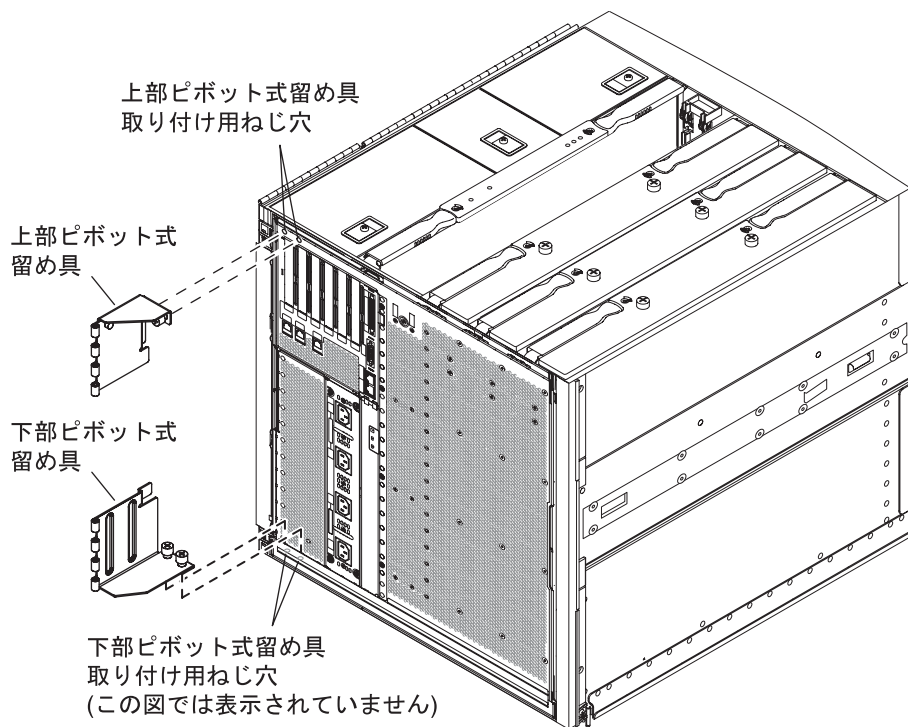

図 1-18 上部および下部のピボット式留め具の取り付け用ねじ穴
3. 2本の脱落防止機構付きねじを使用して、ピボット式留め具をシステムシャーシの左上に固定します (図 1-18)。
5. 2本の脱落防止機構付きねじを使用して、ピボット式留め具をシステムシャーシの左下に固定します (図 1-18)。